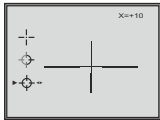

Fig.3
- Cerca del pictograma aparecen flechas horizontales, en la esquina superior derecha – la posición de la retícula según la coordenada X (ver fig.3).
- Mantenga presionado el regulador (6) para guardar las configuraciones y salga del modo de reglaje de tiro.